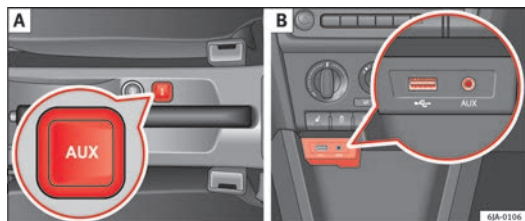

Fig. 42 Entrada AUX-IN/entrada MDI
- na consola central entre os bancos dianteiros ⇒ Fig. 42 - [A];
- no porta-objetos na consola central dianteira ⇒ Fig. 42 - [B];
A entrada MDI encontra-se no porta-objetos da consola central dianteira ⇒ Fig. 42 - [B];